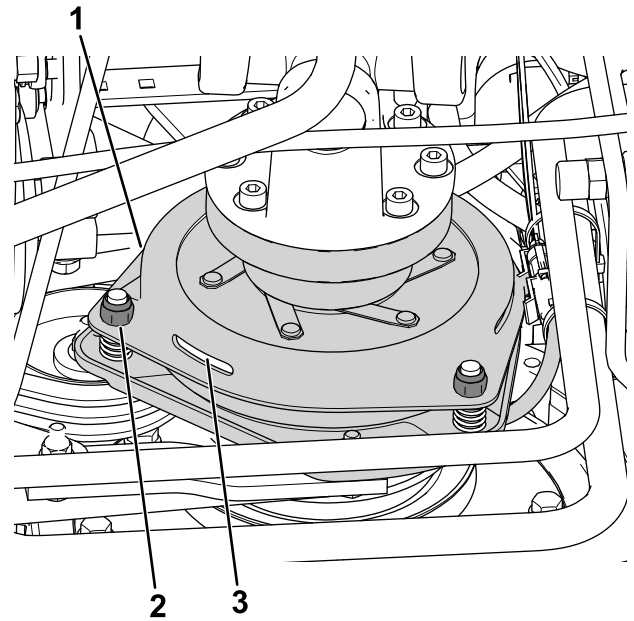

Figura 76
3. Ajuste el entrehierro hasta que pueda deslizarse una galga de 0.3 mm (0.012") entre la guarnición del embrague y la placa móvil con una ligera presión (Figura 76).
Nota: Puede reducir el entrehierro girando las tuercas de ajuste en sentido horario (Figura 76). El entrehierro máximo es de 0.6 mm (0.024"). Ajuste los 3 entrehierros a 0.4 mm (0.012").